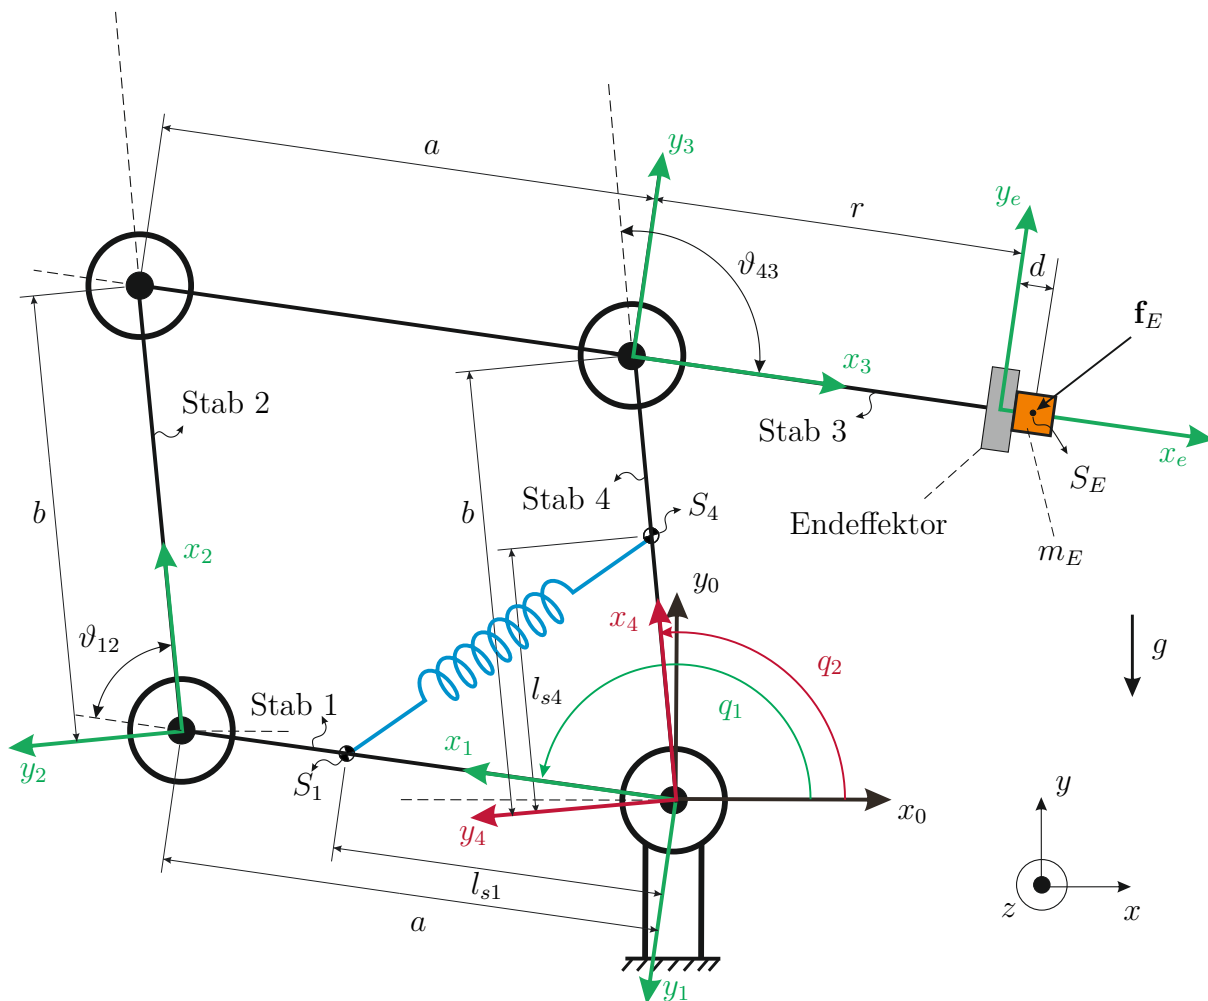

Abbildung 5: Parallelogramm
3. In Abbildung 5 ist ein mechanisches System in der Form eines Parallelogramms dargestellt. Das Parallelogramm wird als ein planarer Manipulator betrachtet und besteht aus vier rotatorischen Gelenken und vier Stäben. Die Stäbe 2 und 4 haben die Länge b . Die Länge des ersten und dritten Stabes sind a bzw. $a + r$. Der zweite und dritte Stab werden als masselos betrachtet. Das Massenträgheitsmoment des ersten Stabes $\mathbf{I}_1 = \text{diag}([I_{1,xx} \ I_{1,yy} \ I_{1,zz}])$ bzw. des vierten Stabes $\mathbf{I}_4 = \text{diag}([I_{4,xx} \ I_{4,yy} \ I_{4,zz}])$ um die Schwerpunkte, sowie die Massen m_1 und m_4 sind bekannt. Am Endeffektor des Manipulators ist die Punktmasse m_E montiert, und auf diese Masse wird die externe Kraft $\mathbf{f}_E = [f_{E,x} \ f_{E,y} \ f_{E,z}]^T$ (im Inertialsystem definiert) ausgeübt. Zwischen den Schwerpunkten S_1 und S_4 ist eine lineare Feder (Steifigkeit c , entspannte Lage bei $q_1 = \pi$, $q_2 = \frac{\pi}{2}$) verbaut.